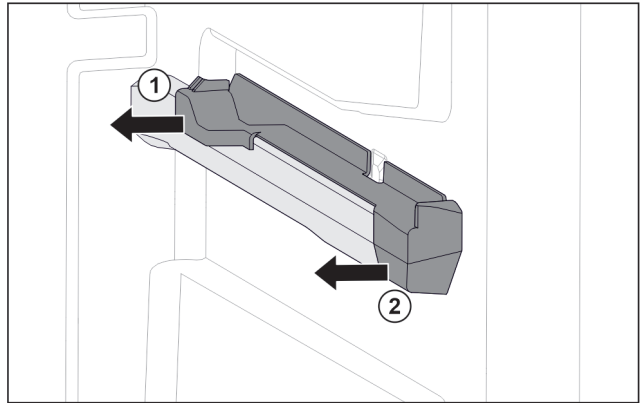

Fig. 74 Aufsteckteil auf der rechten Behälterrippe
- ▶ Aufsteckteil unten hinten greifen. *Fig. 74 (1)*
- ▶ Aufsteckteil hinten zur Seite abziehen. *Fig. 74 (2)*
- ▶ Aufsteckteil vorne zur Seite abziehen. *Fig. 74 (2)*